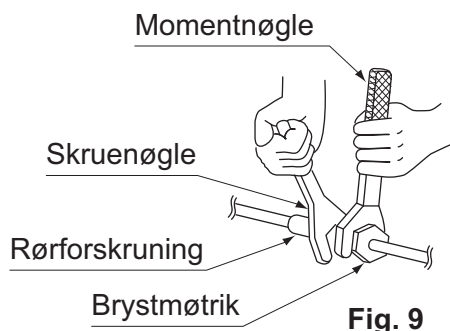

Fig. 9
- Sørg for både at anvende skruenøgle og momentnøgle samtidig, som vist på tegningen, når du tilslutter eller frakobler rørledninger til/fra enheden. **(Se fig. 9)**